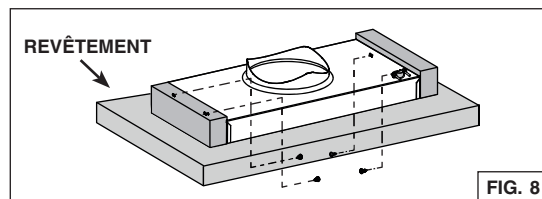

FIG. 8
6. Pour une installation dans une armoire sans base, insérer la hotte encastrable dans le revêtement d'armoire. Installer 2 blocs de bois d'une hauteur minimale de 2½ po et de 10¼ po de long (non inclus), sur le dessus de revêtement ainsi qu'à gauche et à droite de la hotte. Fixer la hotte aux blocs de bois à l'aide de (4) vis à bois incluses dans le sachet de pièces (2 vis par côté) (Fig. 8).